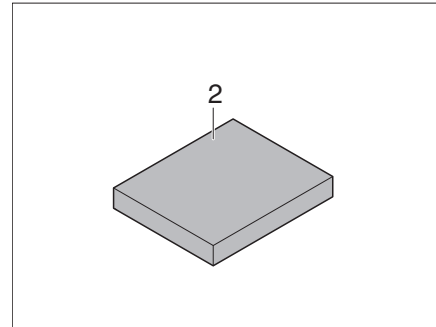

Bild 189 Extradyna
- Lägg extradynan (Bild 189,2) i mitten på bordet.